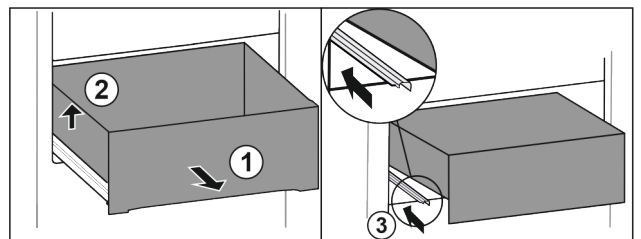

Fig. 113
- ▶ Extraiga el cajón hasta el tope. Fig. 113 (1)
- ▶ Levante el cajón de la izquierda. Fig. 113 (2)
- ▶ Inserte el riel izquierdo. Fig. 113 (3)